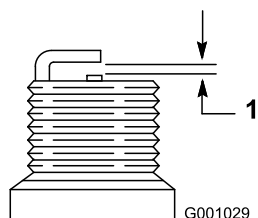

Figura 25
4. Setai spațiul dintre electrozi pe o nouă bujie la 0,76 mm conform (Figura 25).